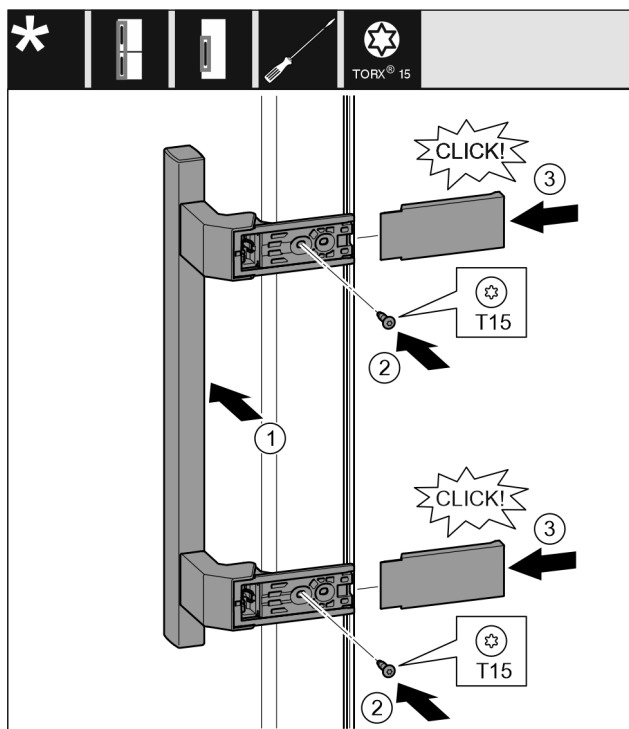

Fig. 11
- ▶ Sätt handtag på plats på motsatta sidan. Fig. 11 (1)
- ▶ Skruva fast skruvar med skruvmejsel T15. Fig. 11 (2)
- ▶ Sätt skydden på plats på sidan och skjut på dem. Fig. 11 (3)